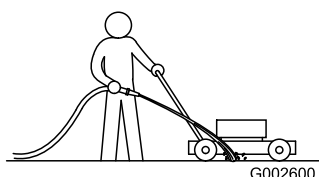

Figure 35
1. Mettez le moteur en marche lorsque la tondeuse se trouve sur une surface revêtue plane et dirigez un jet d'eau devant la roue arrière **droite** (Figure 35).